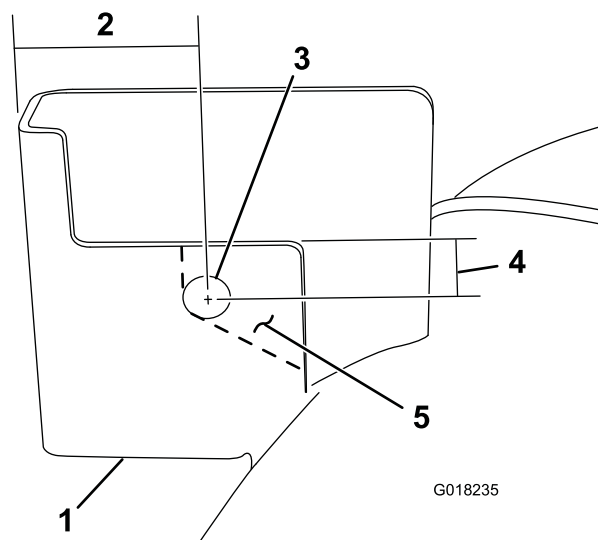

Figura 2
- A. Para ajudar à remoção de material do suporte da plataforma do lado esquerdo traseiro, faça um furo de 13 mm no suporte no local mostrado em Figura 2.
B. Retire a parte do suporte da plataforma do lado esquerdo traseiro como se mostra em Figura 2.